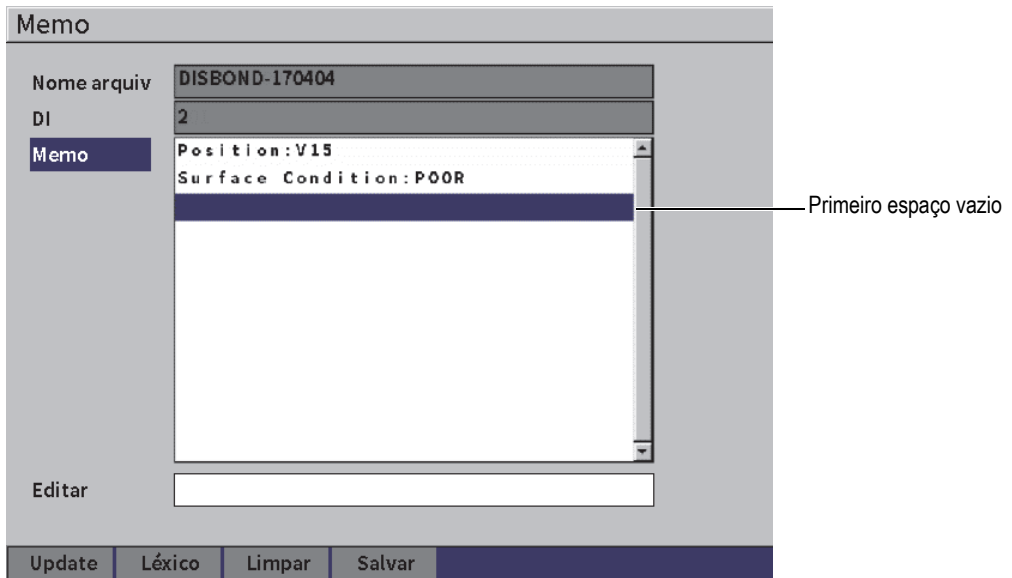

Figura 9-22 Página Léxico — Inserir informação na etiqueta
2. Gire o botão de ajuste para ir ao primeiro espaço vazio (veja Figura 9-22 na página 149).